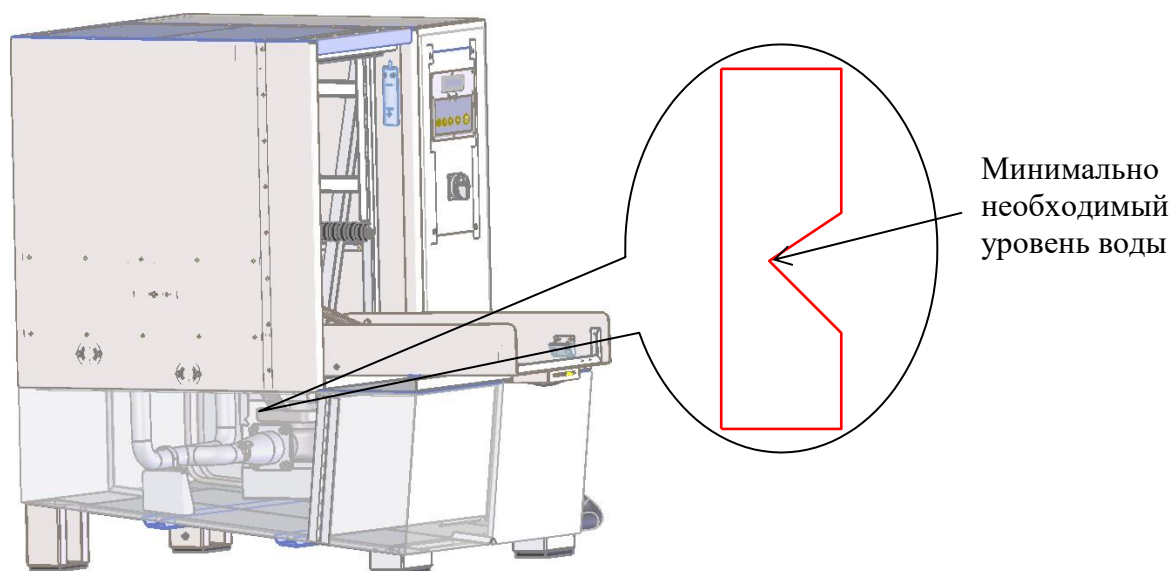

Рис.4
4.4. Наполнить ванну водой до отметки красного указателя, который расположен внизу моечного отделения между валами рис. 4